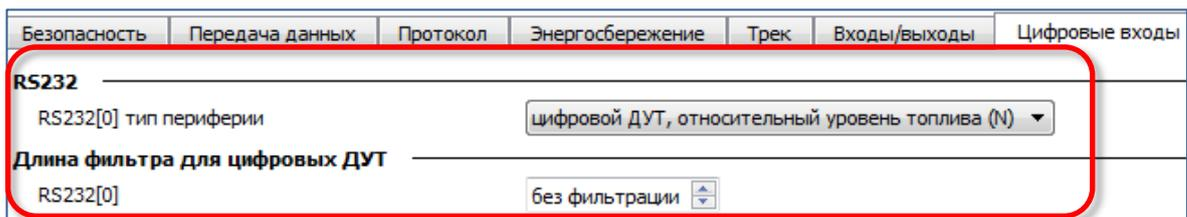

Рисунок 7. Настройка входа RS232 в Конфигураторе
1. настройте вход RS232[0] (RS232[1]) терминала на получение условного уровня топлива (N) или частоты с датчика (F) (Рис. 7):